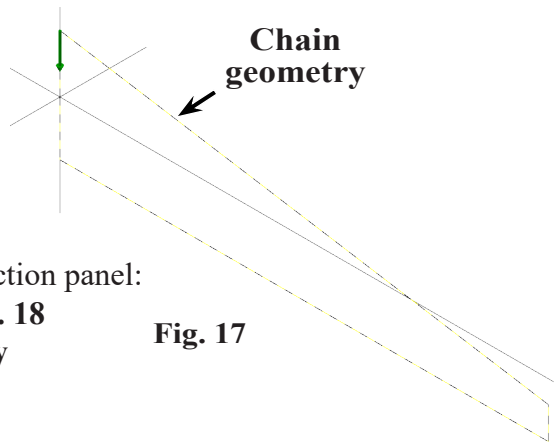

Fig. 17
Step 5. Click **any geometry**, Fig. 17.